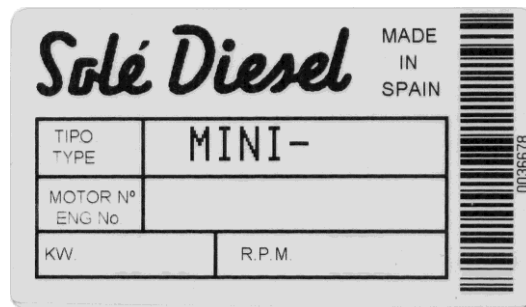

Fig. 1.1
- Motorns märkplåt visar identifieringsdata (se fig. 1.1)